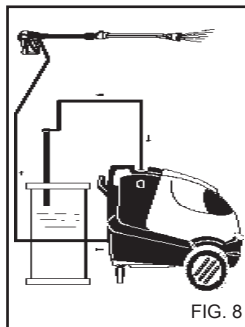

FIG. 8
- 3) Dopo l'uso con detersive, risciacquare il circuito di aspirazione; infilare il tubo di aspirazione (fig. 8) detersivo in una tanica di acqua pulita e far funzionare la pompa per 1 minuto a rubinetto dosaggio completamente aperto e lancia in fase erogazione detergente.
4) Dopo l'uso con detersivo, risciacquare il circuito di aspirazione; infilare il tubo di aspirazione (fig. 8) detersivo in una tanica di acqua pulita e far funzionare la pompa per 1 minuto a rubinetto dosaggio completamente aperto e lancia in fase erogazione detersivo.